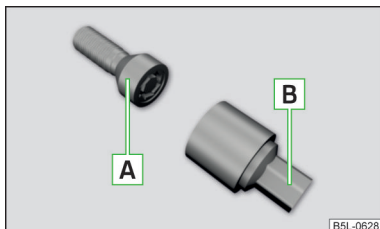

Fig. 312
Șuruburile de roată antifurt protejează roțile împotriva unui furt. Acestea pot fi **slăbite/strânse** numai cu adaptorul **B** » fig. 312.
- » Introduceți cheia de roți pe șurub până la capăt. Utilizați pentru șuruburile de roată antifurt adaptorul corespunzător » fig. 312 la pagina 286.